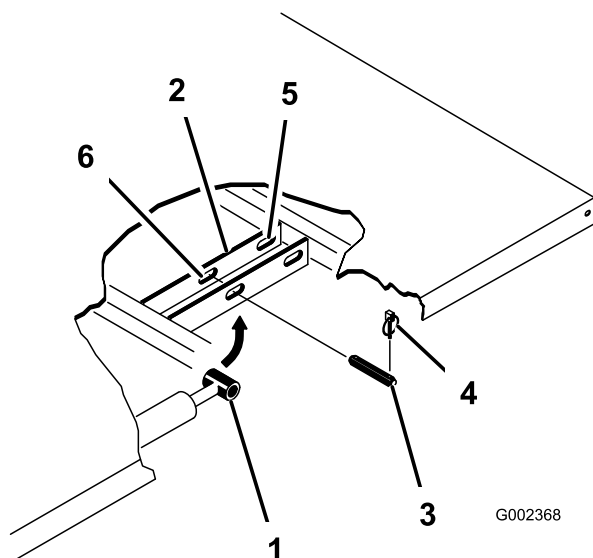

Figura 3
4. Retire os pinos de sujeição das extremidades exteriores dos pinos de forquilha da haste do cilindro (Figura 3).
5. Retire os passadores de forquilha que prendem as extremidades da haste do cilindro nas placas de montagem da plataforma empurrando-os para o centro da máquina (Figura 3).